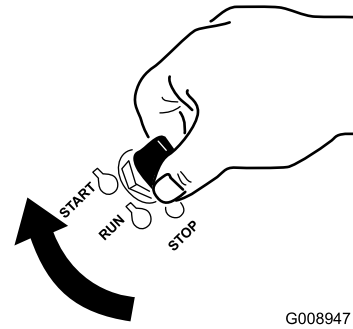

Figura 22
1. Girate la chiave di accensione in posizione AVVIO (Figura 22).